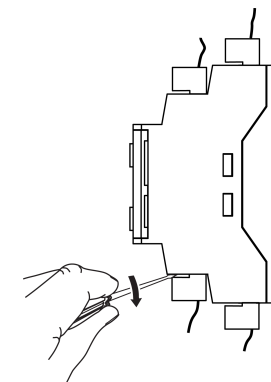

**Рисунок 8.2 – Габаритный чертеж прибора**
1. Подготовить на DIN-рейке место для установки прибора в соответствии с размерами прибора (см. рисунок 8.2).